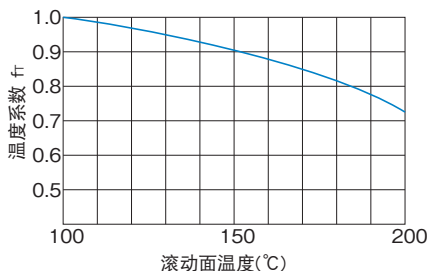

图9 温度系数 (f_T)
- f_T : 温度系数(请参照 **A1-68**中的 图9)
f_T : 温度系数 (参照 **A1-68**图9)
如果LM导轨的使用环境温度超过100°C时,就要考虑高温的不良影响,应将基本额定载荷乘以图9中表示的温度系数。